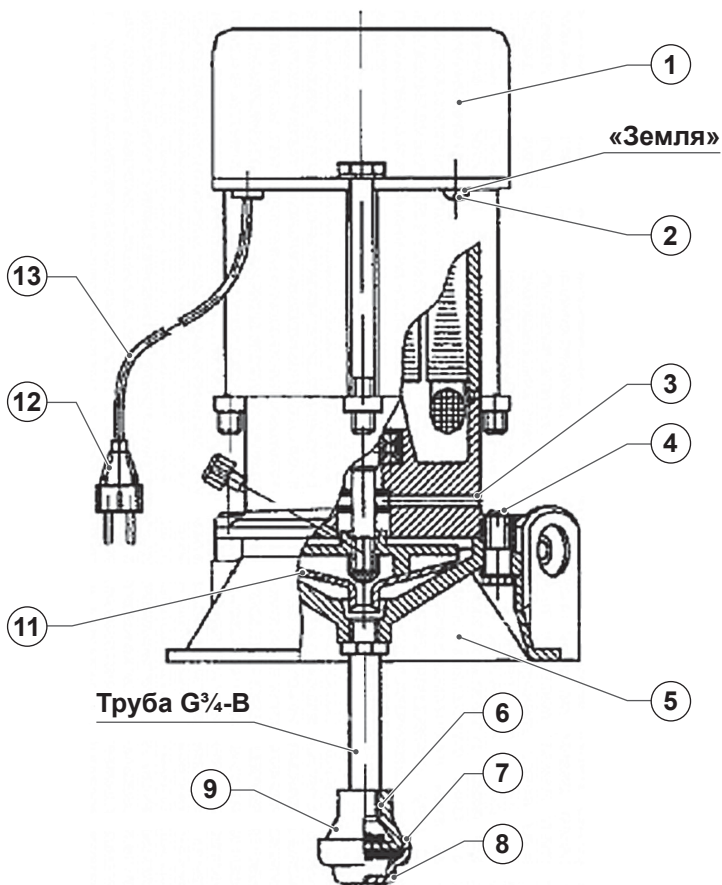

Рис. 4
Электронасос (*рис. 4*) состоит из электродвигателя **2**, вентилятора **11**, привернутого к валу электронасоса. Сверху электродвигатель закрыт колпаком **1**, под которым расположен конденсатор и реле тепловое токовое. Разъем корпуса с фланцем уплотняется прокладкой **4**. Корпус **5** служит для крепления электронасоса на месте эксплуатации. Винт **14** служит для стравливания воздуха из системы при заливке электронасоса. Приемный клапан **9** состоит из корпуса **6**, фильтра **8**, резиновой прокладки **7**.
Конструкция электронасоса может незначительно отличаться от изображенной на *рис. 4*, что связано с дальнейшим техническим совершенствованием электронасоса.
- Электронасос снабжен трехжильным шнуром **13** с армированной вилкой **12** (рис. 4) и розеткой. Розетку устанавливайте под навесом на деревянный щит, при этом, под заземляющий контакт розетки подведите «нулевой» провод.
Запрещена работа электронасоса без заливки, так как в этом случае могут выйти из строя манжеты **15** (рис. 4).
Во всех случаях при появлении воды из отверстия **3** (рис. 4) следует немедленно прекратить работу электронасоса и заменить манжеты **13**.
Подсос воздуха в месте соединения корпуса электронасоса со всасывающим трубопроводом, всасывающего трубопровода с клапаном (рис. 4).	Указанные соединения проверить и уплотнить.
Засорился фильтр 8 (рис. 4) или резиновая прокладка 7 прилипла к основанию фильтра.	Снять фильтр, прочистить его от грязи и освободить от прилипания резиновую прокладку.
Заклинило вентилятор (попадание инородных предметов между вентилятором и корпусом)	Немедленно отключить электронасос от сети, разобрать установку. Через отверстие в корпусе 5 , (рис. 4) отверткой проверить вентилятор. При наличии грязи — прочистить.